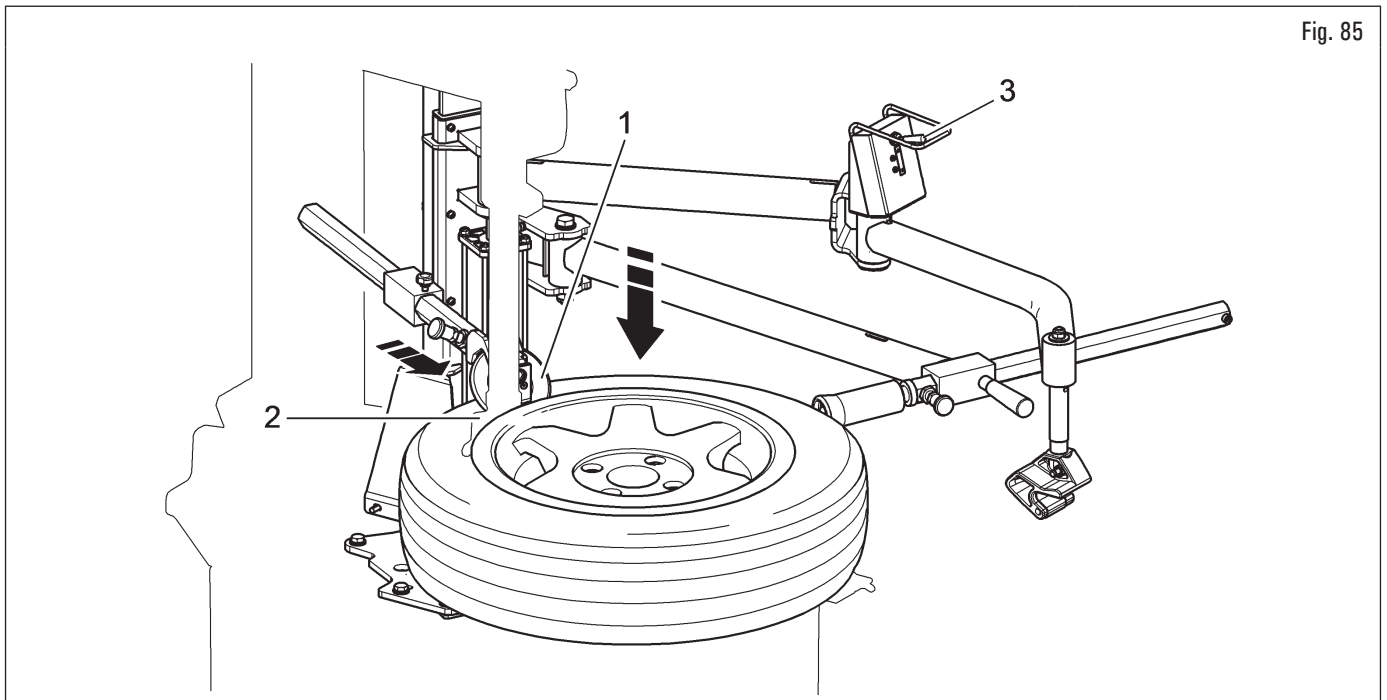

Fig. 85
6. positionner le disque pousse-talon incliné (Fig. 85 réf. 1), comme indiqué dans la figure, à proximité de la tête outil (Fig. 85 réf. 2). Baisser le pneu au travers le disque pousse-talon incliné (Fig. 85 réf. 1) (en abaissant le levier de l'unité de commande (Fig. 85 réf. 3)), pour permettre un facile positionnement de l'outil sur le bord de la jante (Fig. 85 réf. 2). Verrouillez ensuite la tête outil ;
8. soulever le dispositif en actionnant vers le haut le levier correspondant (Fig. 85 réf. 3) ; puis porter en arrière le disque pousse-talon incliné (Fig. 85 réf. 1) afin d'éviter des interférences avec le pneu ;